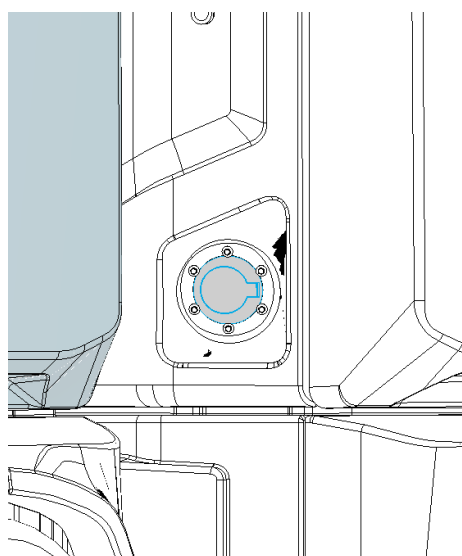

Рисунок 5. Лючок зарядного разъема
- откройте крышку лючка зарядного разъема, установленного на Платформе (см. Рисунок 5), для чего сдвиньте фиксатор в направлении «откр.»;